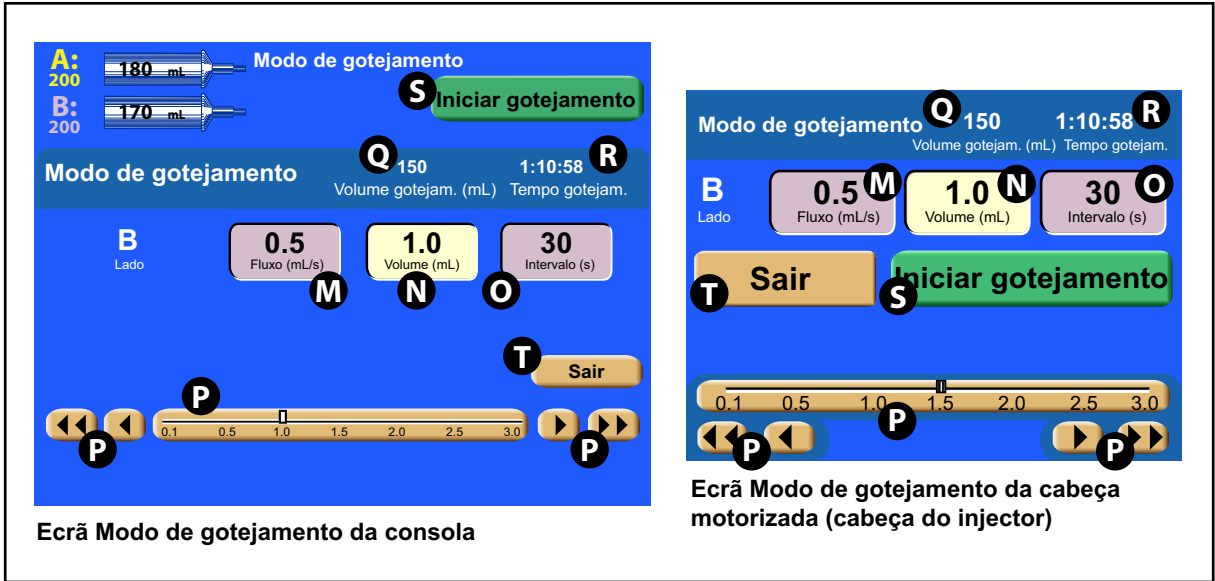

Figura 4-11-1 Tela do modo de Gotejamento
1. Pressione a tecla [Gotejamento] **D** (na Figura 4-11-1) localizada na tela ativa da cabeça motorizada. A tela é mostrada conforme a Figura 4-11-1.